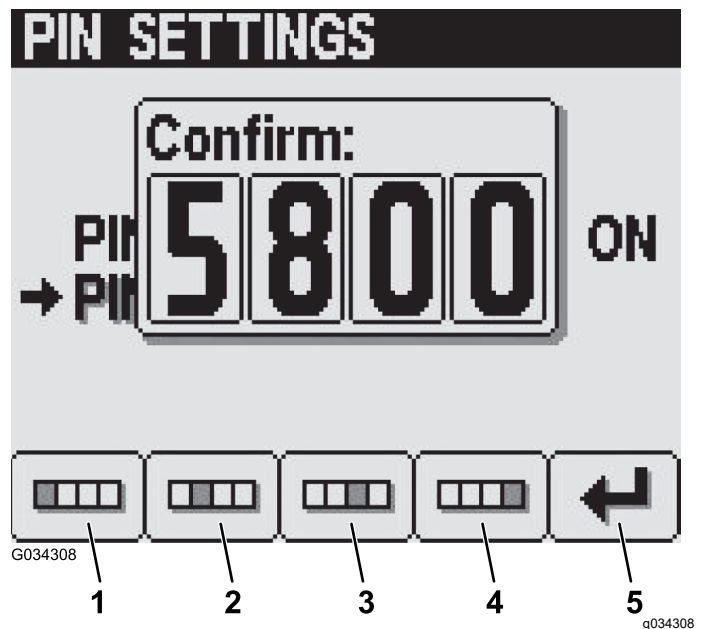

図 29
6. 確認画面で、ボタン14を使って新しい PIN コードをもう一度入力する。PIN の入力ができたら、ボタン 5 を押す 図 29。
注 PIN コード設定の承認 図 29 の後、PIN 修正 Pin Correct画面が約 5 秒間表示されます。